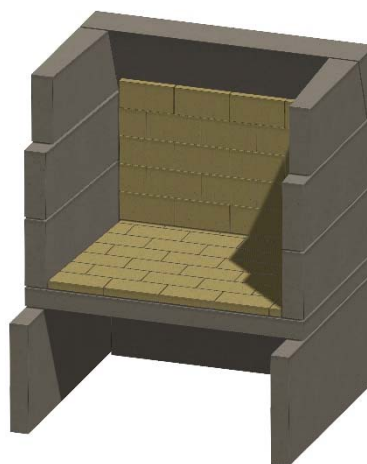

Figure 18. Mur arrière en briques réfractaires
J. Installez la brique réfractaire sur le mur arrière, avec la brique posée sur le bord. Voir la figure 18.